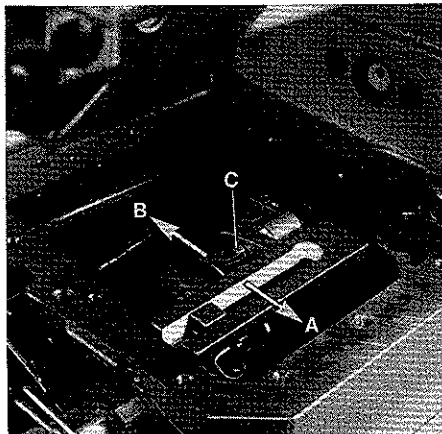

Fig. 69
2. Loosen screw (C, Fig. 69).
3. To increase the looper avoid motion move screw (C, Fig. 69) in the direction of the arrow towards "A", to decrease the motion move it in the direction towards "B". Retighten screw.
2. Lösen Sie die Schraube (C, Fig. 69).
3. Verschieben Sie für einen größeren Seitenweg die Schraube (C, Fig. 69) in Pfeilrichtung nach "A" und für einen kleineren Seitenweg in Richtung nach "B". Ziehen Sie die Schraube wieder an.